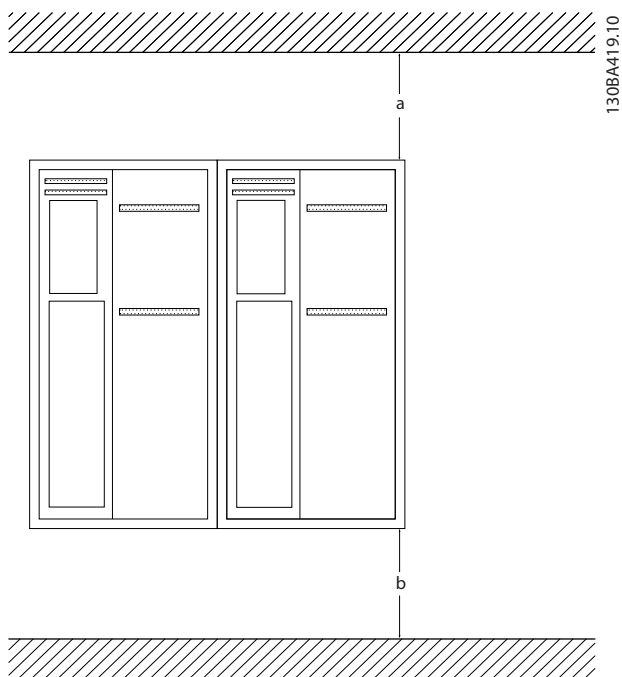

Abbildung 2.1 Kühlungsabstand oben und unten
- Zur Luftkühlung muss oben und unten Abstand gelassen werden. Im Allgemeinen sind 100 – 225 mm erforderlich. Siehe *Abbildung 2.1* zu Abstandsanforderungen